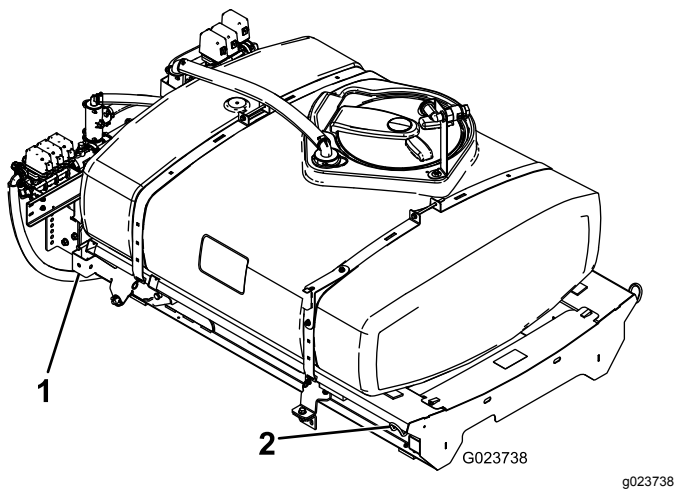

Bild 10
1. Heben Sie das Behältergestell (Bild 10) mit einer Hebevorrichtung an und positionieren Sie es über den Fahrzeugrahmen. Die Pumpe und das Ventil sollten nach hinten zeigen.